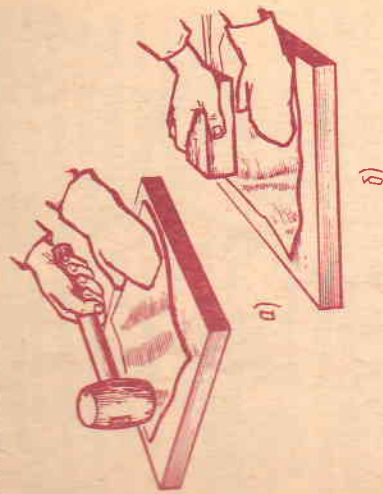

Рис. 25. Правка листового металла:
3.левой рукой (в рукавице) плотно прижать лист к поверхности плиты, а правой рукой молотком (деревянным или с медными, латунными, свинцовыми вставками) наносить удары между выпуклостями (рис. 25, а), периодически переворачивая лист.
2. Взять в правую руку брусок (деревянный или металлический), наложить его на выправляемый лист, с незначительным нажимом перемещая слева направо, вдоль листа до его края (рис. 25, б).